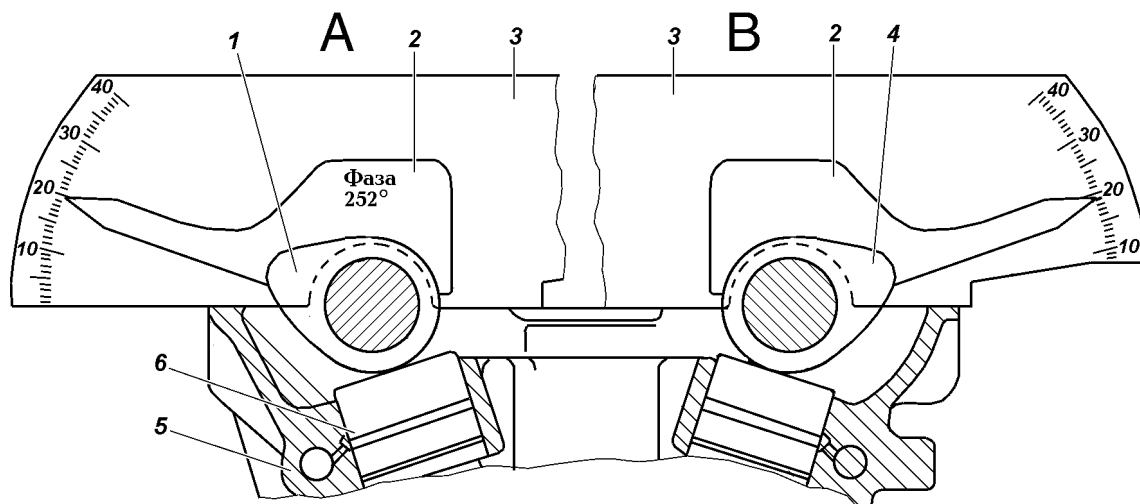

Рис. 4.66. Проверка углового положения распределительных валов:
7. Установите транспортир 3 (рис. 4.66) за первым кулачком распределительного вала впускных клапанов
(рис. 4.66 вид "А"), расположив его между кулачком и крышкой опоры распределительного вала. Прижимая транспортир 3 к верхней плоскости головки 5 цилиндров, приложите и плотно прижмите шаблон 2 к поверхности первого кулачка. При этом стрелка шаблона должна располагаться на метке транспорта $20^{\circ}30' \pm 2^{\circ}40'$.
Аналогично проведите проверку углового положения первого кулачка распределительного вала выпускных клапанов (рис. 4.66, вид "В").